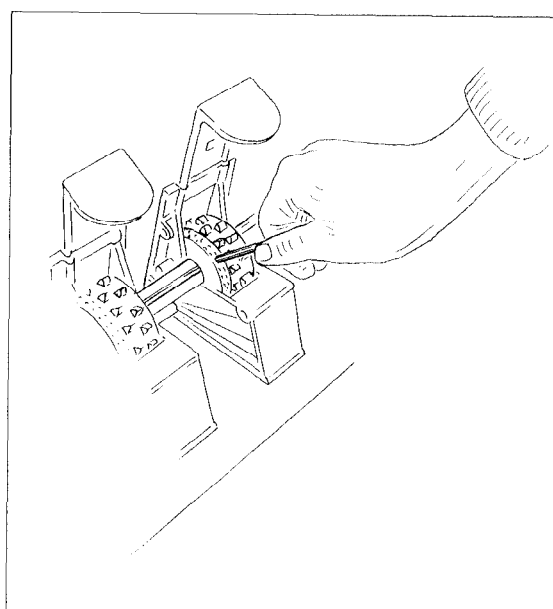

Fig. 7.25
- Säräder (siehe Fig. 7.25) auf der Säwelle befestigen. Dazu ist der Gewindestift im Särad so weit einzudrehen, bis das Särad von der Säwelle mit leichtem Verdrehspiel mitgenommen wird. Zu fest angezogene Gewindestifte verspannen die Säräder.